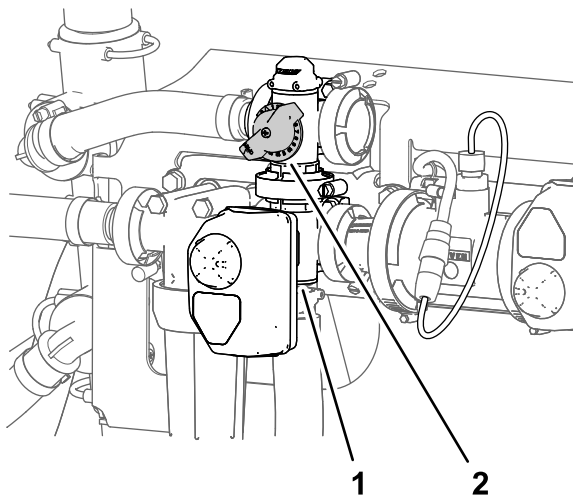

Bild 34
11. Stellen Sie das Rührwerksicherheitsventil (Bild 34) hinten am Rührwerkventil so lange ein, bis das Druckmanometer für den Druck des Sprühsystems 6,89 bar anzeigt.